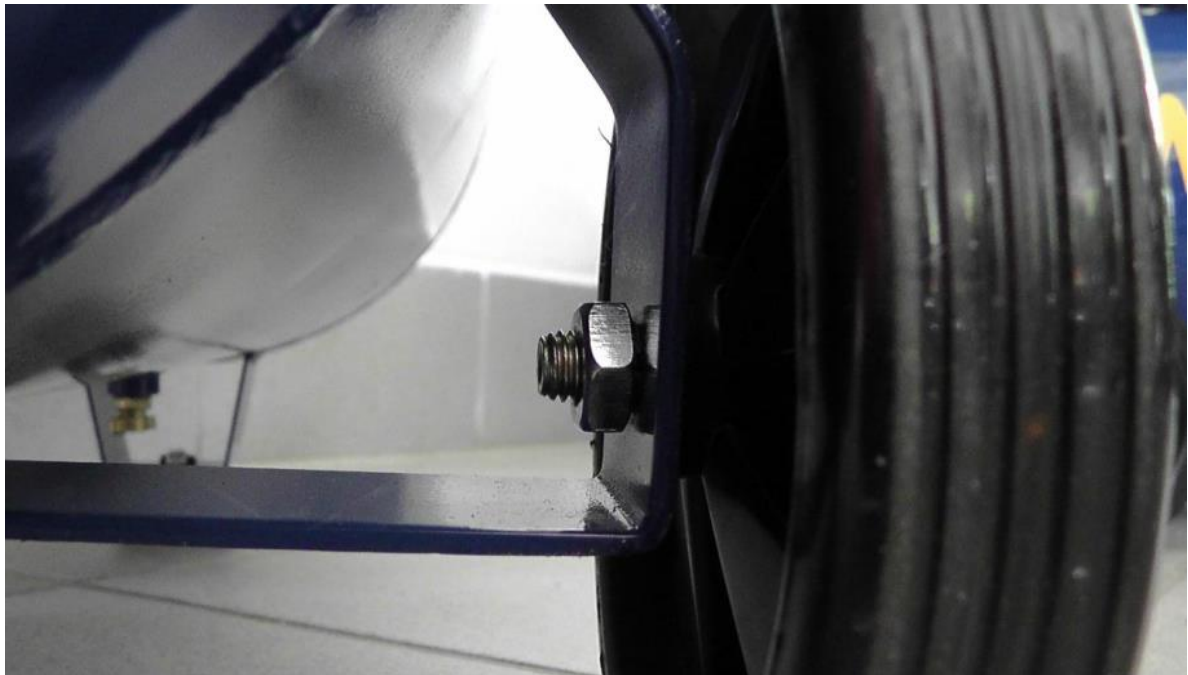

Bild 6.4.1
- Befestigen Sie diese mit einer Scheibe, einer Sicherheitsscheibe und einer Mutter und ziehen Sie diese fest an (siehe Bild 6.4.1).